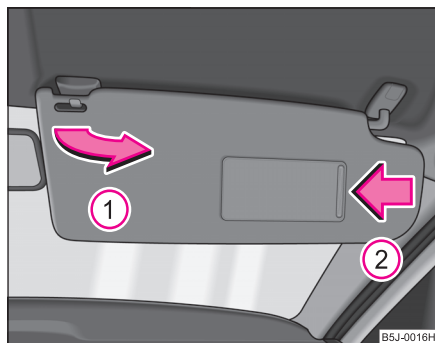

Fig. 41 Parasol: girar
La visera parasol para el conductor o acompañante se puede extraer de la fijación y girarla hacia la puerta en el sentido de la flecha (1) ⇒ fig. 41.